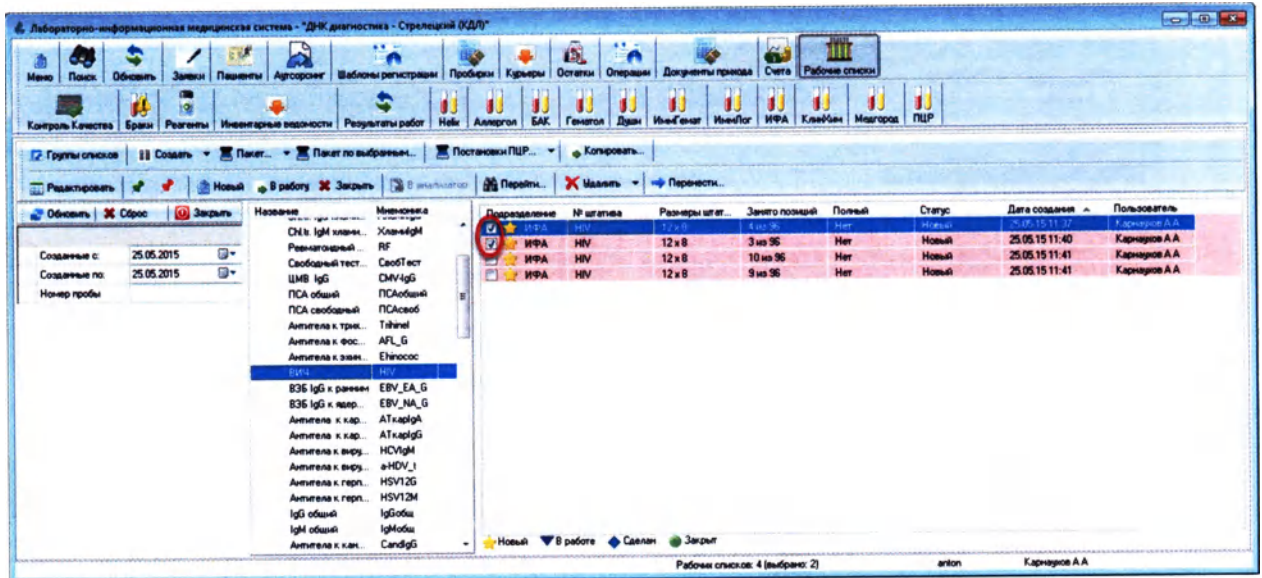

Рисунок 6.47
1. Выберите рабочий список или несколько рабочих списков (Рисунок 6.47):